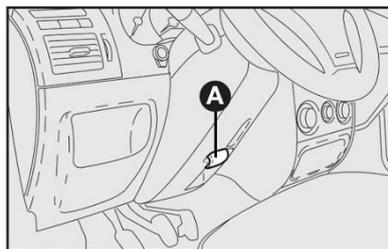

fig. 12
VOLANTE - fig. 12 e 13
- 1) Deslocar a alavanca **A-fig. 12** para a posição **2-fig. 13**;